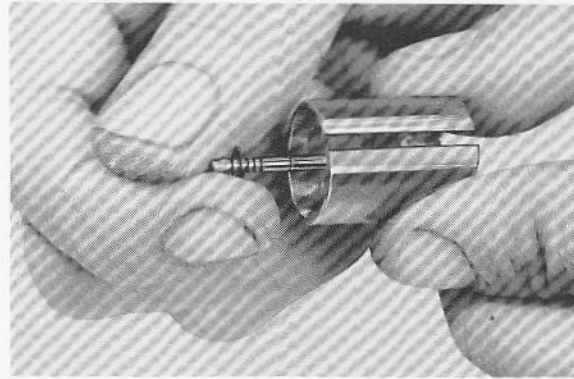

Fig. 4-2-18
3. Check needle clip position. Clip position is counted starting with the first clip groove at the top of the needle. (Fig. 4-2-18)
3. Vérifier la position du clip. La position du clip est comptée à partir de la première gorge de clip en haut de l'aiguille. (Fig. 4-2-18)